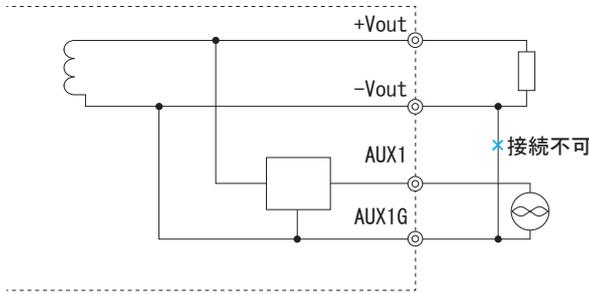

図6.4 AUX1 配線時の注意事項
- ・AUX1Gと-出力端子は電源内部で接続されています。AUX1にメイン出力の電流が流れる可能性がありますので、配線先でAUX1Gと-出力端子を接続しないでください (図6.4参照)。